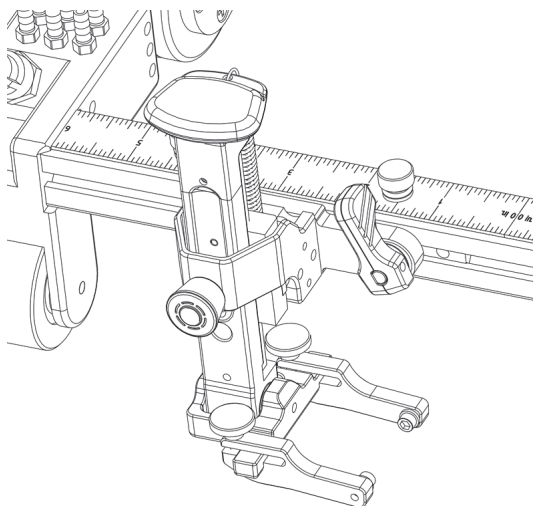

Figura 2-12 Suporte da sonda inserido no slot do trilho
3. Pressione firmemente o suporte da sonda na ranhura do trilho, certificando-se de que o pino do came fique alinhado horizontalmente (Figura 2-12 na página 44).